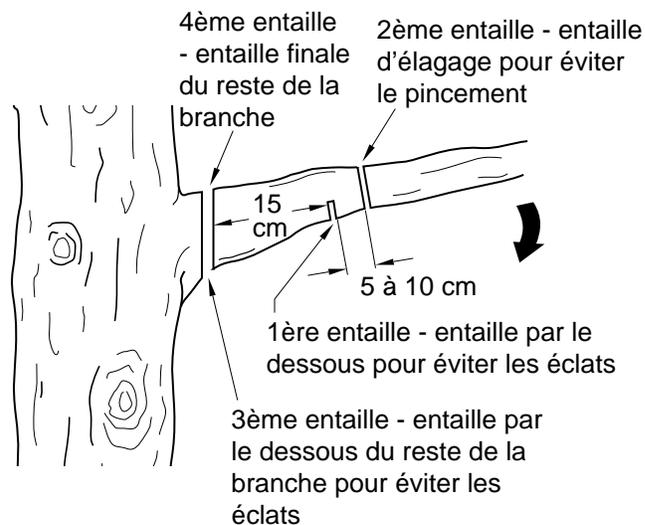

Figure 11 - Coupe d'une branche
1. Faire la première entaille à 15 cm du tronc, sur le dessus de la branche. Utiliser le haut de la lame-guide pour faire cette entaille. Couper sur 1/3 du diamètre de la branche. (Voir la figure 11.)